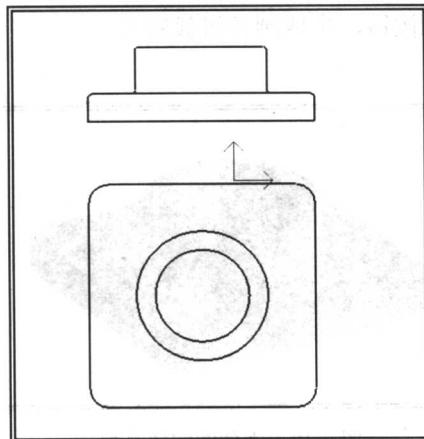

图 0-16 放置视图
(4) 根据状态栏提示，在绘图区中选择合适的视图放置位置后单击鼠标左键，放置视图，结果如图 0-16 所示。